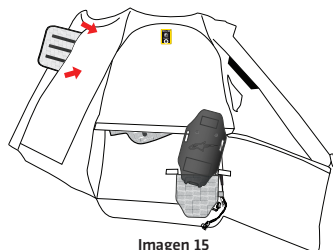

Imagen 15
5. En cuanto a la parte delantera del airbag que cubre la zona del pecho, abra el clip y despegue los cierres de velcro situados en la parte delantera y trasera del airbag. Finalmente, retire el airbag a través de la abertura presente sobre la manga derecha (Imagen 15).